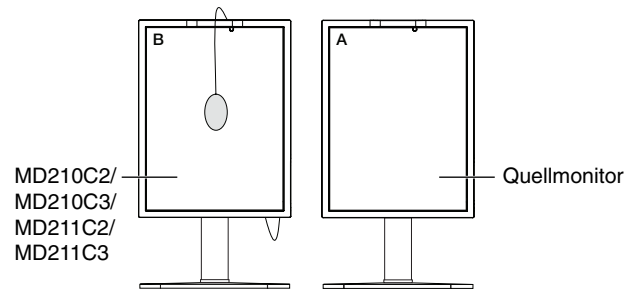

Abbildung C.2
7. Wenn Sie den Weißpunkt von Bildschirm B bestätigen möchten, entfernen Sie den USB-Farbsensor vom Quellmonitor A, und platzieren Sie ihn in der Bildschirmitte von Monitor B (Abbildung C.2). Um die Bestätigung des Weißpunkts von Bildschirm B zu überspringen, drücken Sie SELECT, und fahren Sie mit Schritt 9 für die FEINABSTIMMUNG fort.